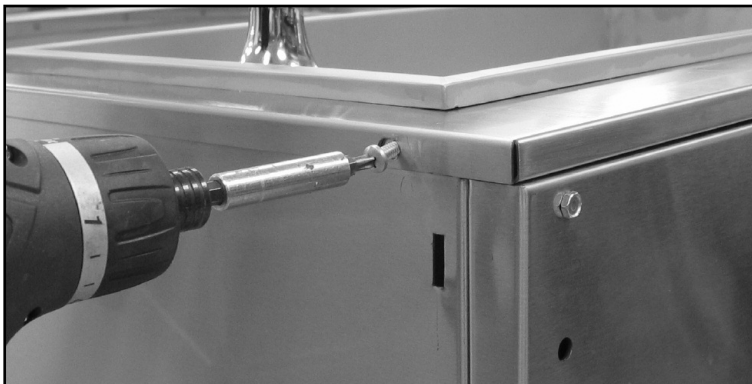

Fig. 47
D. Fixer la tête à l'arrière de la desserte (Fig. 47) avec (2) deux vis cruciformes (10-24 x 1/2") fournies.